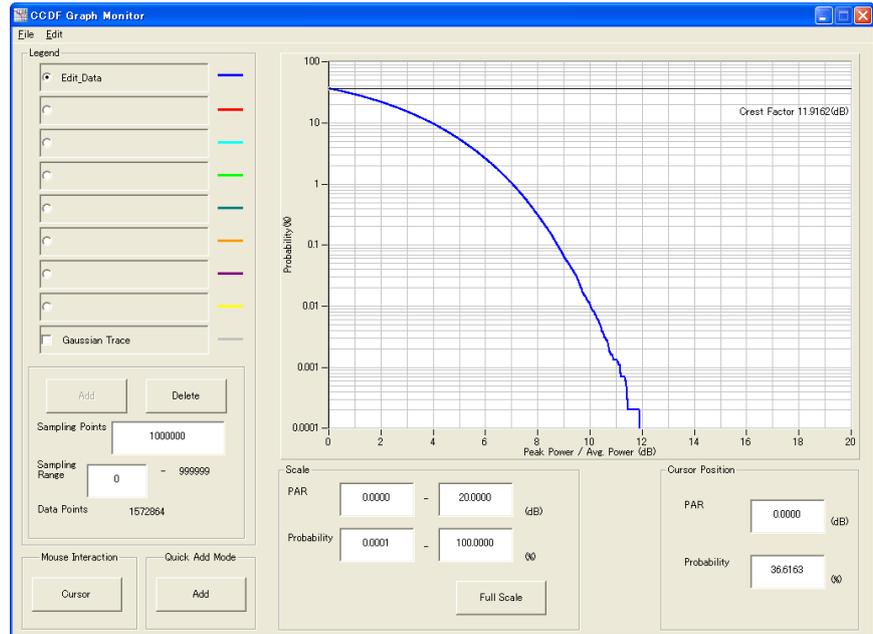

図3.1.4-1 CCDF グラフ画面
- (1) Composition Execute を実行し、マルチキャリアの波形パターンを生成します。
- (2) [CCDF] ボタンをクリックすると、図 3.1.4-1 のような CCDF グラフ画面が表示され、生成した波形パターンのトレースが表示されます。